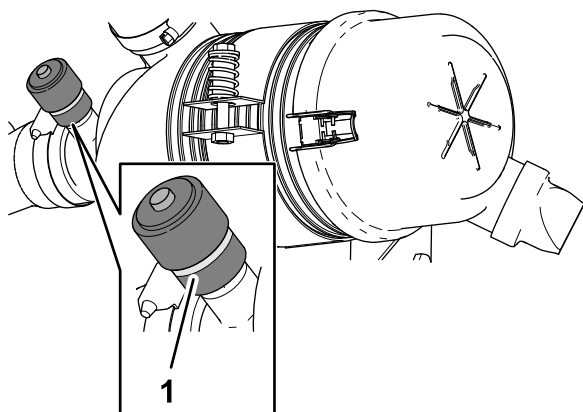

図 112
3. エアフィルタハウジングの端にある整備インジケータを確認する **図 112**。